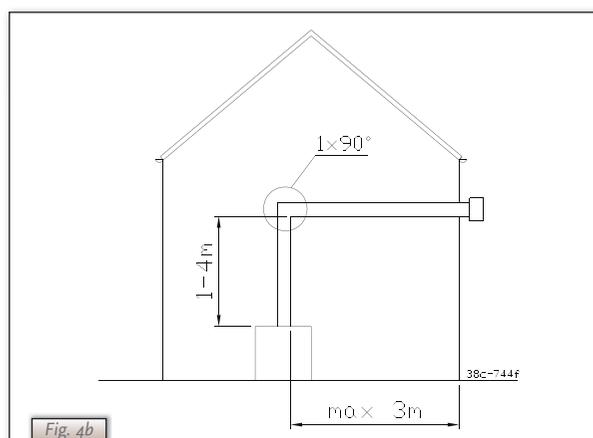

Fig. 4b
a) Lunghezza del tubo verticale minima da 1 a 4 metri, in combinazione con una curva da 90° ed un condotto da parete (quindi niente parte orizzontale; vedi Fig. 4b)